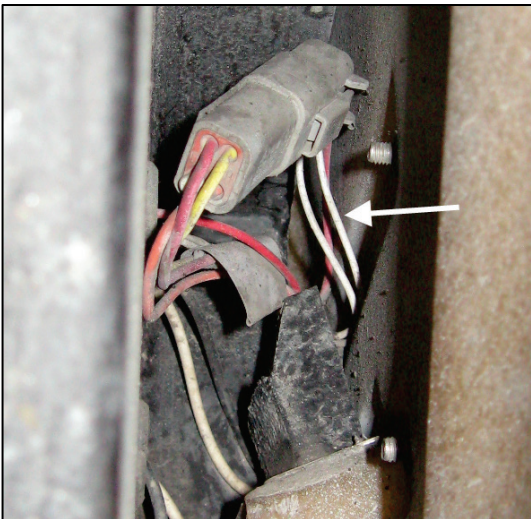
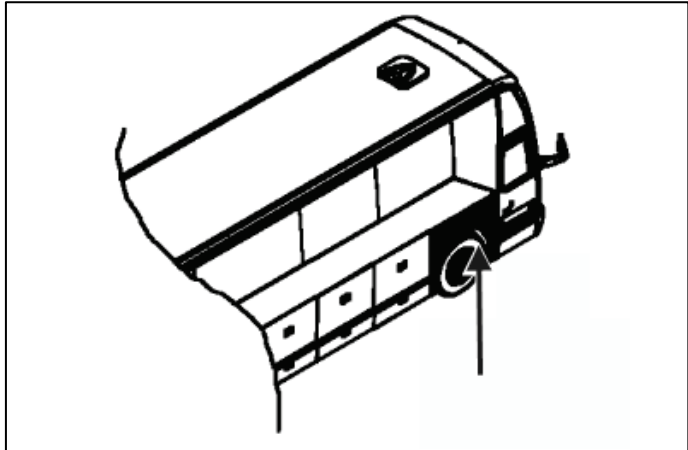

Figure 1
Figure 2
1. Inspectez les fils de l'interrupteur de porte se trouvant dans l'espace entre l'aile et la structure du véhicule. (Fig.1&2), Effectuez une inspection détaillée de la section de fils située entre le passe-fils et le connecteur (Fig. 2 et 3) sous tous les angles à l'aide d'un miroir.
S'assurer que l'isolation des trois fils est intacte et en bon état. (Fig. 2, 3)